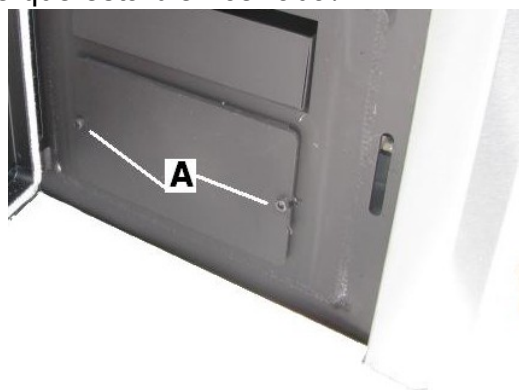

Figura 2
Afloje los tornillos de la tapa de servicio (A) (Figura 2) y tendrá acceso al interior, donde se depositan cenizas de la combustión, retire las cenizas con un aspirador apropiado. Esta operación deberá ser hecha con el aparato apagado 8 horas antes, para no correr el riesgo de aspirar cenizas aún incandescentes. Al final de la limpieza vuelva a apretar la tapa de servicio y asegúrese de que está bien cerrada.